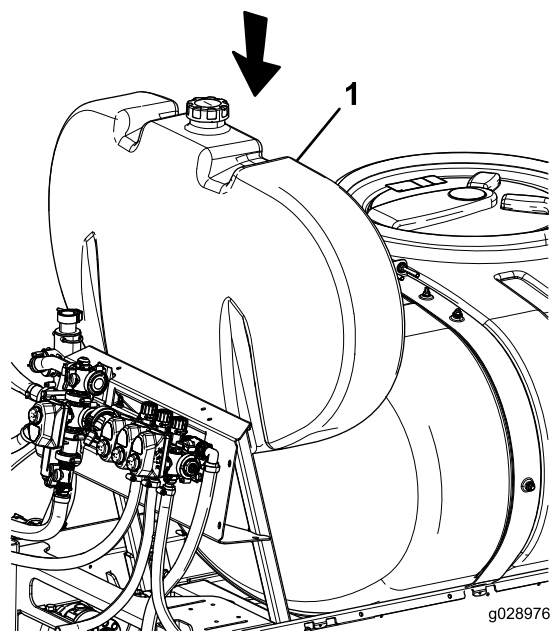

Figure 9
1. Insérez le réservoir de rinçage comme montré à la Figure 9.
2. Montez les sangles du réservoir de rinçage sur les sangles arrière de la cuve que vous avez retirées précédemment (Figure 9).